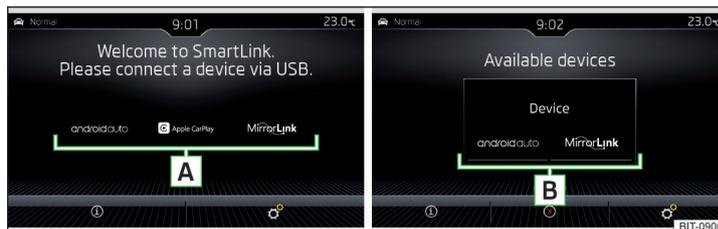

Abb. 198 Unterstützte Kommunikationssysteme / Beispiel verfügbarer Kommunikationssysteme des angeschlossenen externen Geräts
Ist kein externes Gerät angeschlossen, dann wird ein Menü mit unterstützten Kommunikationssystemen SmartLink angezeigt **A** » Abb. 198.
Hauptmenü » Abb. 198
- › Den Typ des unterstützten Kommunikationssystems **[B]** wählen » Abb. 198 auf Seite 178.